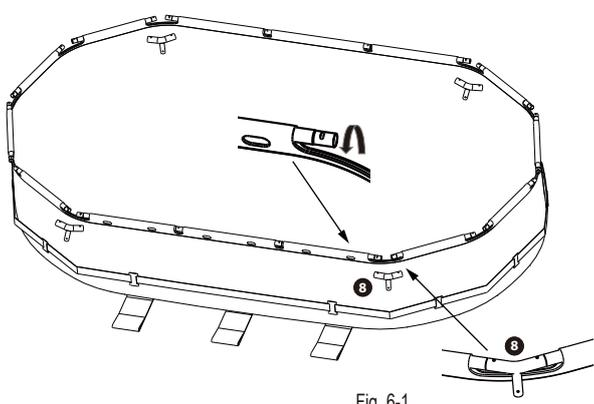

Fig. 6-1
6. Connectez les poutres assemblées 3 & 4 des côtés avec les poutres 5 des extrémités grâce à un raccord en T 8 comme indiqué dans les figures 6.1 et 6.2 ci-dessous.